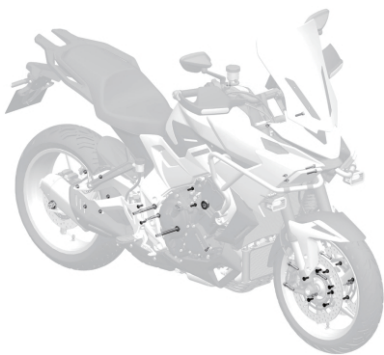

图2
| 龙头锁内部活动机构    | ☆          |         |     |   | ①  |    | ①  |               | ★注解5图2  | -        |
| 整车紧固件、螺栓、螺母  | ☆☆         |         |     | ③ | ③  | ③  | ③  |               | 图2          | -        |